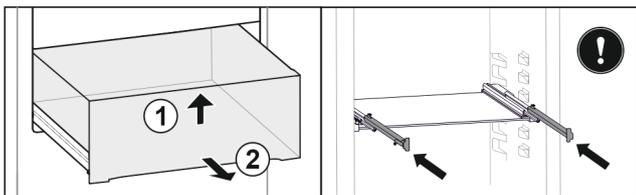

Fig. 27\*
- ▶ Sollevare il cassetto sul lato anteriore Fig. 27 (1)\*
- ▶ Rimuovere tirando in avanti Fig. 27 (2)\*